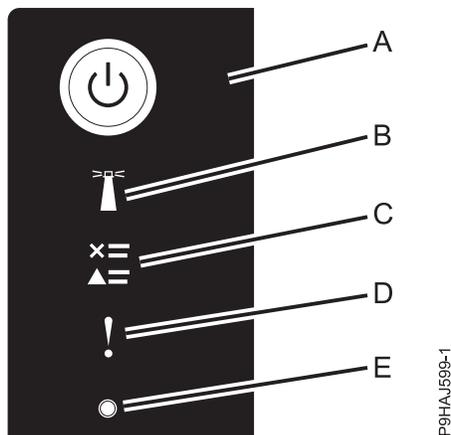

Figura 12. LED del panel de control
3. Pulse el botón de encendido (**A**) en el panel de control, tal como se muestra en la Figura 12 en la página 24.